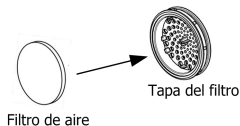

Fig. 12-1
(1) Ponga el filtro de aire a la tapa del este, como se muestra en la Fig. 12-1.